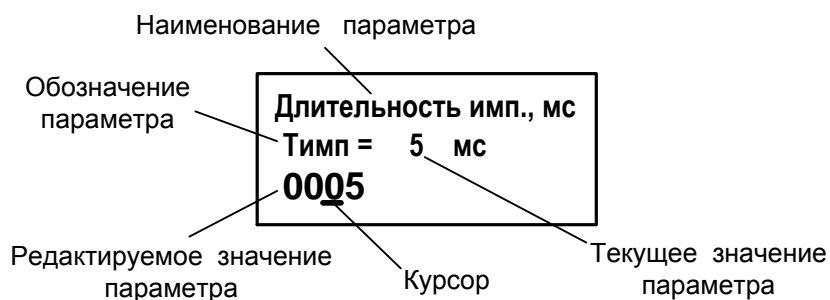

Рис.6. Вид окна индикации установочного параметра.
2.1.4. Для ввода значений большинства установочных параметров необходимо использовать специальное окно, которое раскрывается после активизации строки меню с наименованием соответствующего параметра (рис.6).